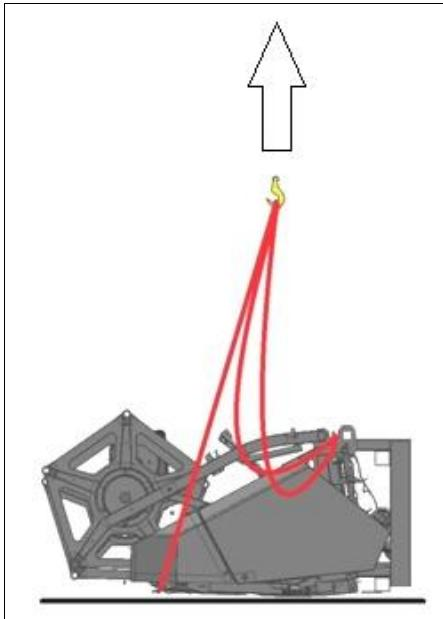
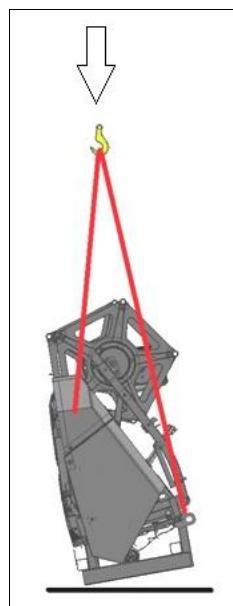

Рисунок 7.12
Рисунок 7.13
1) Установить четыре стропы (длина строп указанна на рисунке 7.11). **ВАЖНО:** Передние стропы определены более короткими, что в процессе поднятия жатки, позволяет поднимать сначала переднюю часть жатки, затем заднюю часть, постепенно изменяя угол к горизонту. Таким образом жатка совершает поворот относительно задней нижней трубы подставки на $\approx 80^\circ$ (рисунок 7.12). При медленном опускании жатки вниз, это позволяет установить жатку в вертикальное положение (рисунок 7.13).
- 2) Застропить жатку, медленно поднимая её вверх, следя за тем, чтобы стропы не касались деталей жатки во избежание перетирания и обрыва (см. рисунок 7.12);
- 3) Установить жатку на ровную поверхность (см. рисунок 7.13).